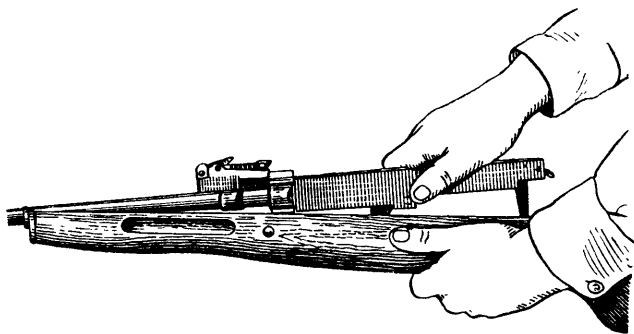

Рис. 21. Присоединение ствола со ствольной коробкой к ложе
3) Присоединить ствол со ствольной коробкой к ложе. Для этого поставить штык в боевое положение, взять в левую руку ложу, в правую ствол со ствольной коробкой, направить упорное кольцо ствола в вырез цевья ложи (рис. 21), вложить ствол со ствольной коробкой в желоб ложи. Поставить штык в походное положение.